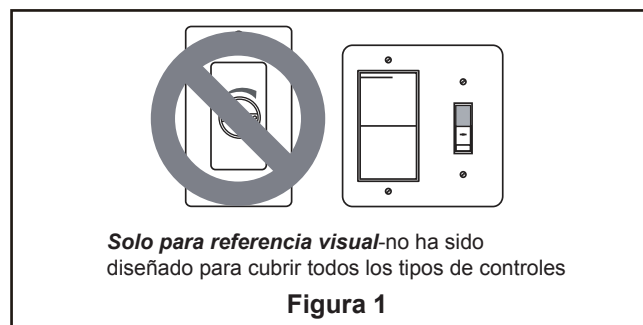

Figura 1
- ☐ **1. IMPORTANTE:** El uso de un regulador de la intensidad completa (no incluido) para controlar la velocidad del ventilador dañará el dispositivo. Para reducir el riesgo de incendio o descarga eléctrica, no utilice dicho regulador para controlar la velocidad del ventilador. (Figura 1)
- ☐ 1. Instalación de la placa de la pared: (Figura 1)